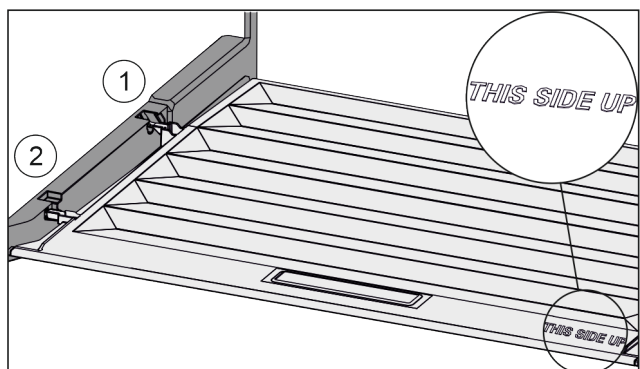

Fig. 32
- ▶ Dekselranden via de opening van de achterste houder *Fig. 32 (1)* aanbrengen en van voren in de houder *Fig. 32 (2)* klikken.